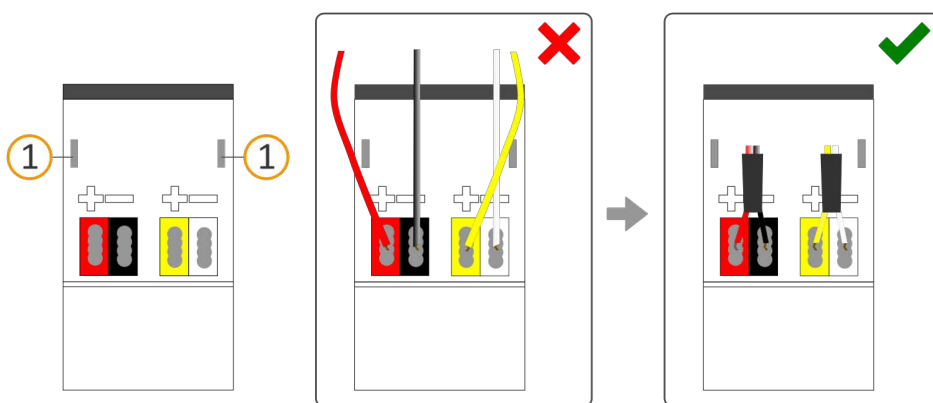

Abbildung 13: Kabelführung
- a. Führen Sie alle Kabel nach hinten. Die Öffnungen zur Befestigung der Abdeckkappe (siehe Abbildung 13, Pos. 1) müssen frei sein. Alle Kabel müssen sich zwischen den Öffnungen befinden.